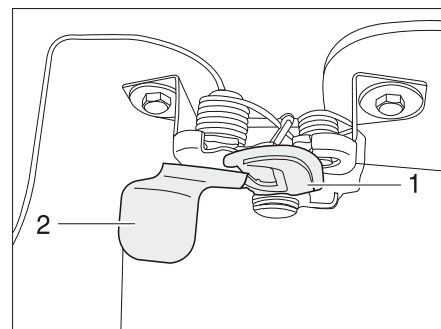

Bild 34 Låsspak motorhuv utsida
- Stick in en hand under motorhuv och manövrera låshaken (Bild 34,1). Stick för detta in handen bakom plattan (Bild 34,2) och dra plattan framåt.